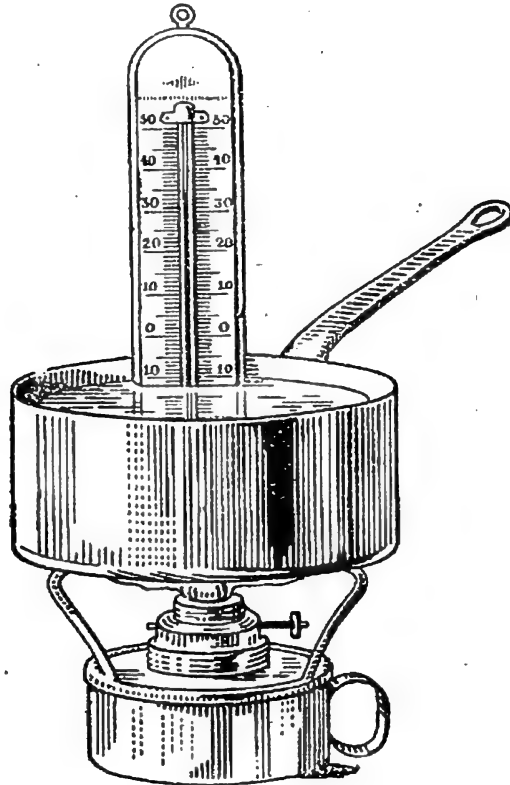

Fig. 6 — Dans l'eau tiède, l'alcool du thermomètre monte lentement dans le tube, et s'arrête, par exemple, à la division 35.
*élevée* que celle de l'eau froide : l'alcool monte jusqu'à la division 35 par exemple (fig. 6).